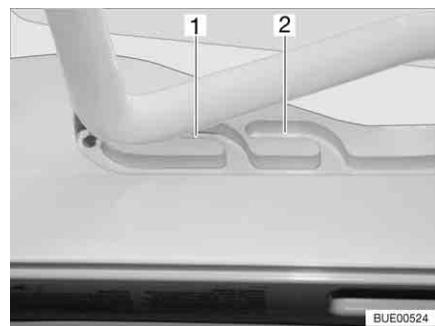
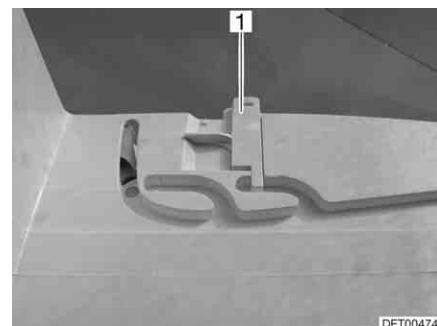

Fig. 62 Oblò Heki in posizione di ricircolo d'aria
Fig. 63 Bloccaggio della posizione di ricircolo d'aria
È possibile portare l'oblò Heki in due posizioni di ricircolo d'aria: Posizione brutto tempo (Fig. 62,1) e posizione centrale (Fig. 62,2). A seconda del modello è possibile bloccare l'oblò nella posizione centrale con il chiavistello (Fig. 63,1).
■ Premere la staffa leggermente verso l'alto, spingerla nella guida selezionata (Fig. 62,1 o 2) ed eventualmente bloccarla.